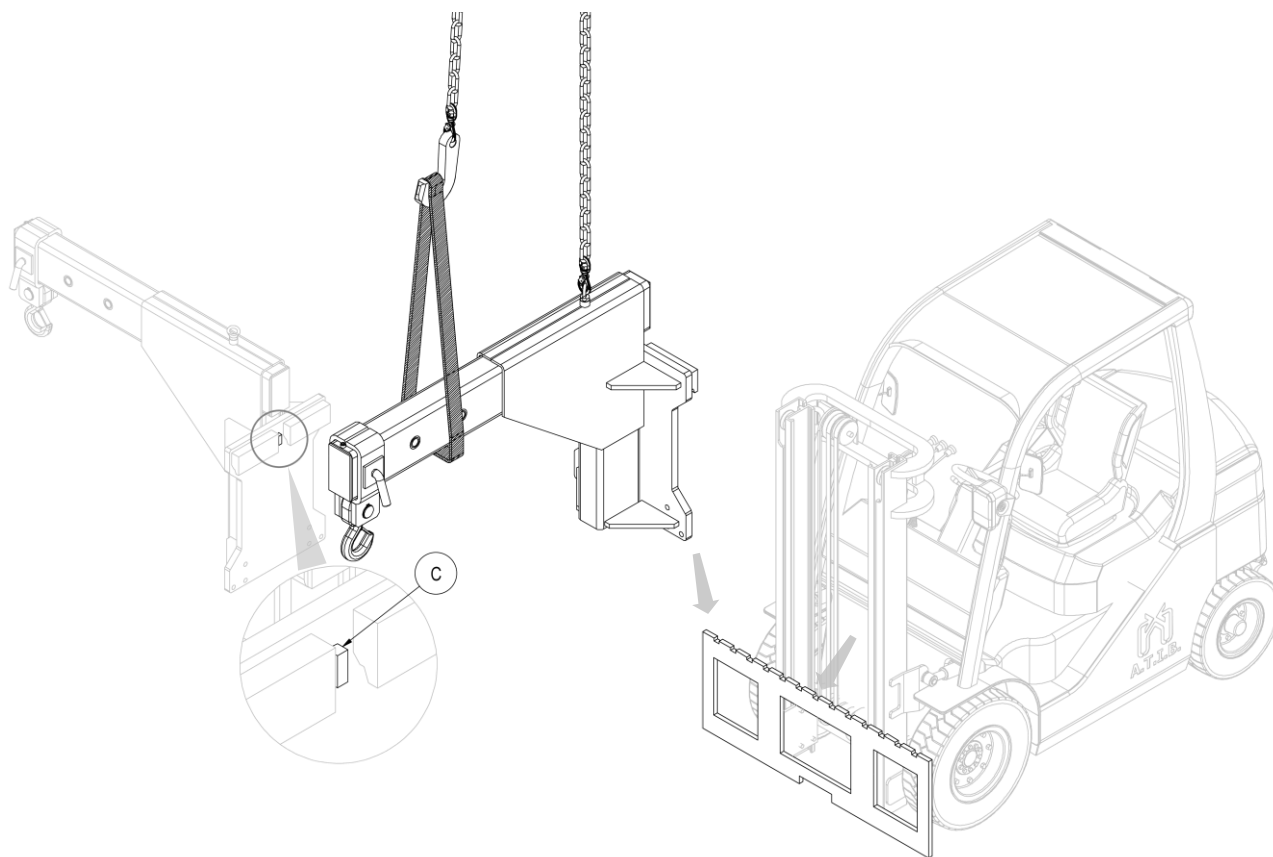

Figura 4
5. Con un puente grúa colóque el implemento en la placa porta horquillas, teniendo cuidado de encajar el diente de centrado **C** en la muesca central de la placa (mira *Figura 4*).
3. Levante el implemento y retírelo de la carretilla (mira *Figura 4* a pag.11).